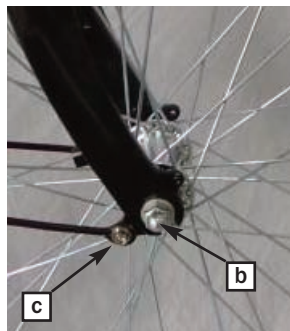

Abb. 3
- e. Außen an der Gabel die Schraube **c** neben der Hutmutter **b** herausdrehen (Abb.3).